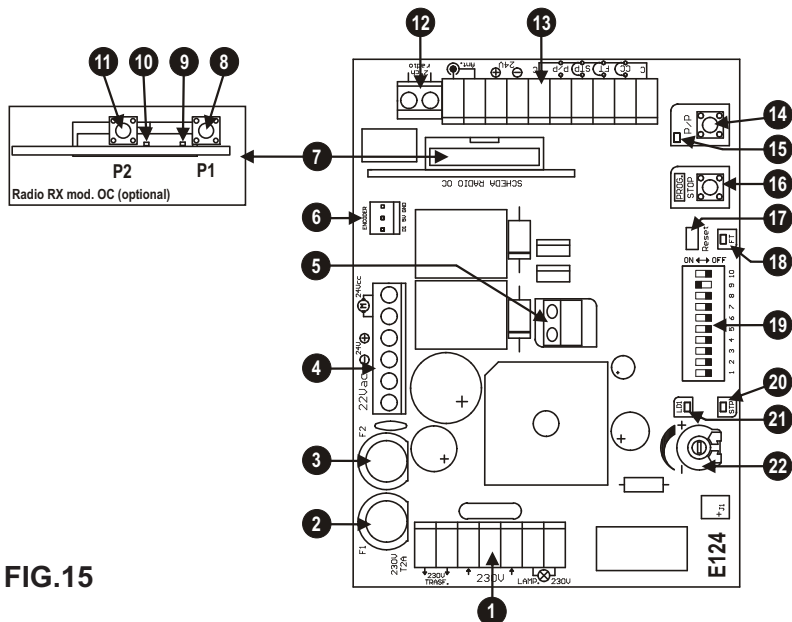
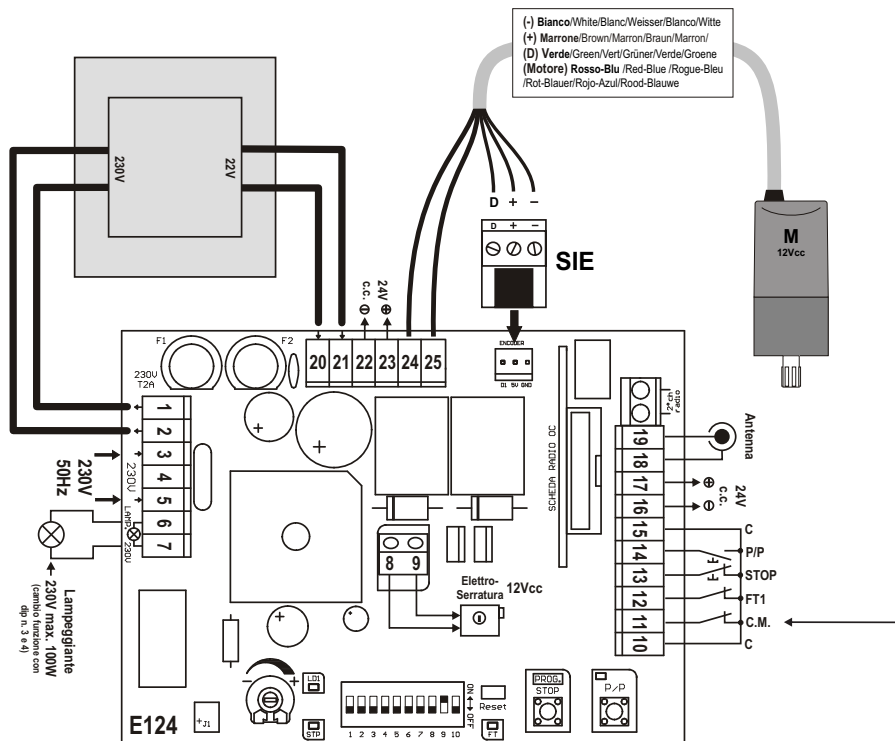

FIG.15
Fig. 16
Bezüglich der Anschlüsse, nach den Tabellen 1 und 2 und der Abbildung 16 vorgehen.
Während der Erlernung wird mehrmals die Taste P/P betätigt (Det. 14 in Abb. 15), es kann aber auch der Befehl P/P (Klemme 14, Abb. 16) oder der im ersten Empfängerkanal gespeicherte Funksender benutzt werden.
- 2 – Die Taste PROG gedrückt halten und ein Reset ausführen, indem der jump Reset mit einem Schraubenzieher kurzgeschlossen wird (Detail 17 in Abb. 15).
1 - Die Verzögerungsfunktion aktivieren, indem der Dip-Switch Nr. 9 auf ON gebracht wird (Detail 19 in Abb. 15).
Die beschriebenen Optionen können mit dem Dip-Switch der Funktionen (Det. 19 in Abb. 15) ausgewählt werden.